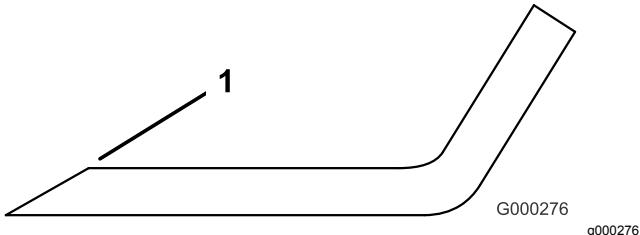

Figure 131
3. Examinez les tranchants de toutes les lames et aiguissez-les s'ils sont émoussés ou ébréchés (Figure 131).
Remarque: N'aiguisez que le haut du tranchant et conservez l'angle de coupe d'origine pour obtenir une coupe nette (Figure 131). Limez la même quantité de métal sur chacun des deux tranchants pour ne pas déséquilibrer la lame.